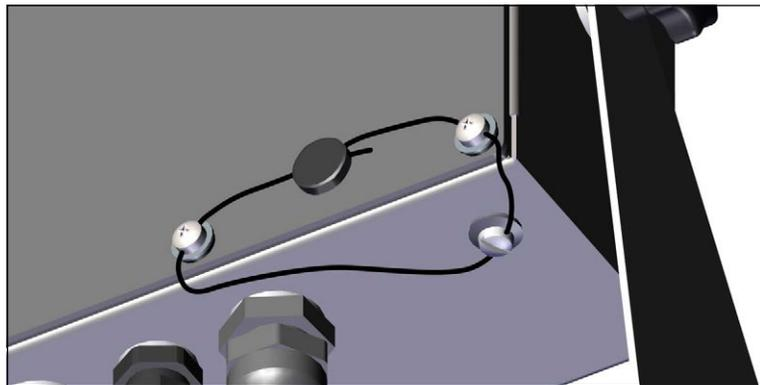

Figure 2-12. Scellage de l'indicateur – Aucun accès
3. Faites passer le plomb à sceller via les vis à tête cylindrique sur la plaque arrière et la vis à tête cylindrique sur le fond du boîtier, comme représenté sur la Figure 2-12.